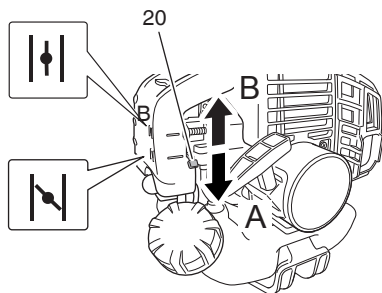

Fig. 15
2. Placez le levier d'étranglement (20) en position START (fermé) (A). (Fig. 15)